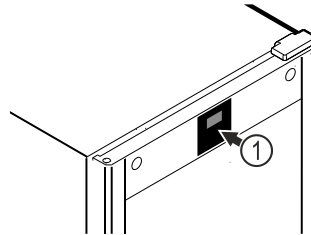

Fig. 51 Primjer izgleda
Termometar je prethodno tvornički kalibriran (odstupanje od +6 K). Ako temperatura u unutrašnjosti odstupa od prikaza temperature *Fig. 51 (1)*, možete kalibrirati termometar.